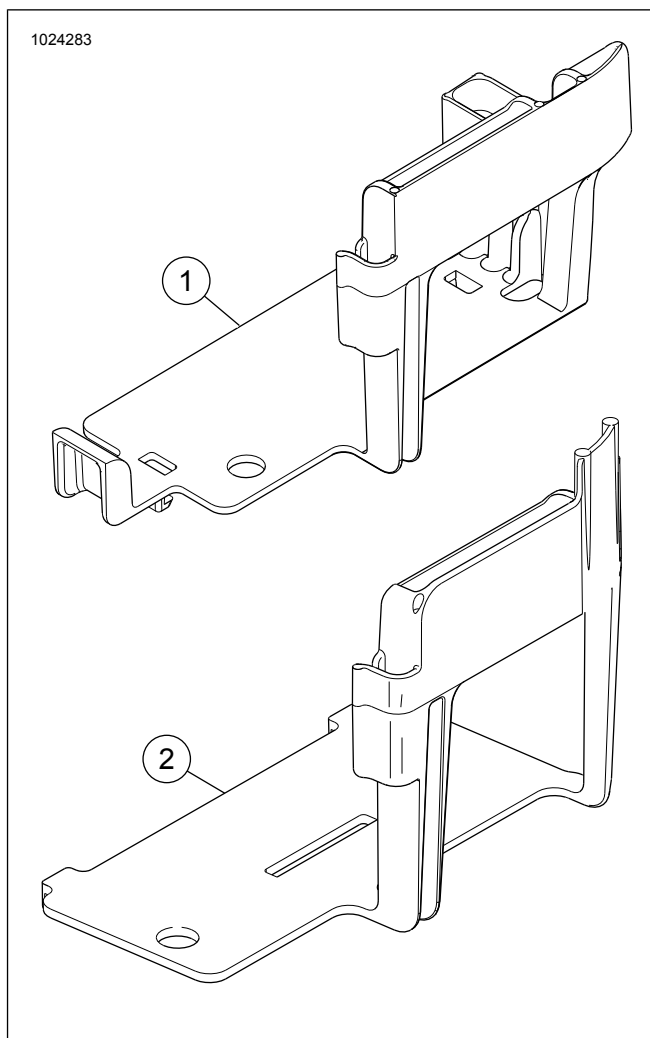

Figura 27. Suporte da bateria Softail sem modificações
4. Veja Figura 27. Remova o suporte da bateria. Veja o Manual de serviço.